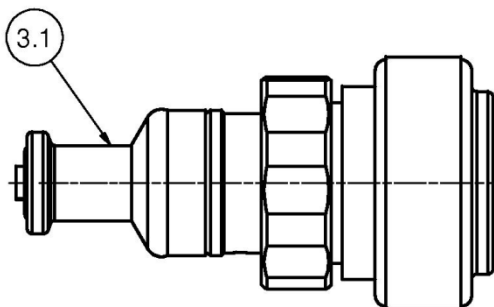

Bild 13 – Ventileinsatz mit zurückgestülpter Membrane (3.1)
- Membrane (3.1) zurückstülpen (siehe Bild 13).